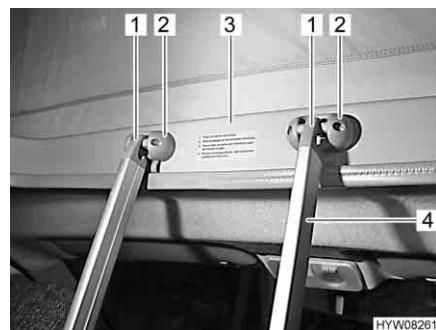

Fig. 91 Scaletta di accesso
Per accedere al letto sul tetto a soffietto utilizzare sempre la scaletta di accesso (Fig. 91,4) montata di serie.
- Aggiornare la scaletta con i due archetti (Fig. 91,1) nelle graffe (Fig. 91,2) del telaio (Fig. 91,3) del tetto a soffietto.